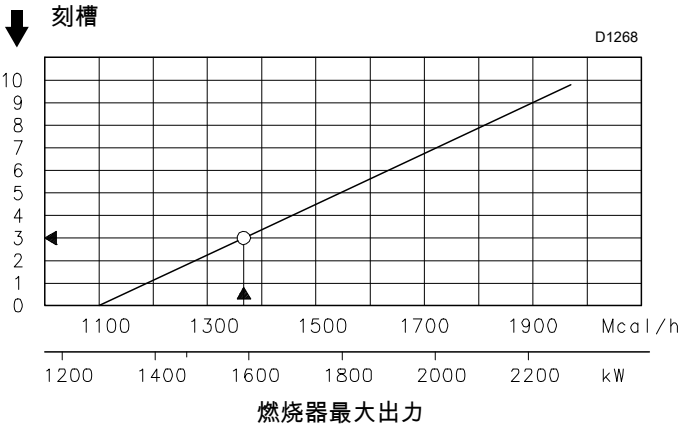
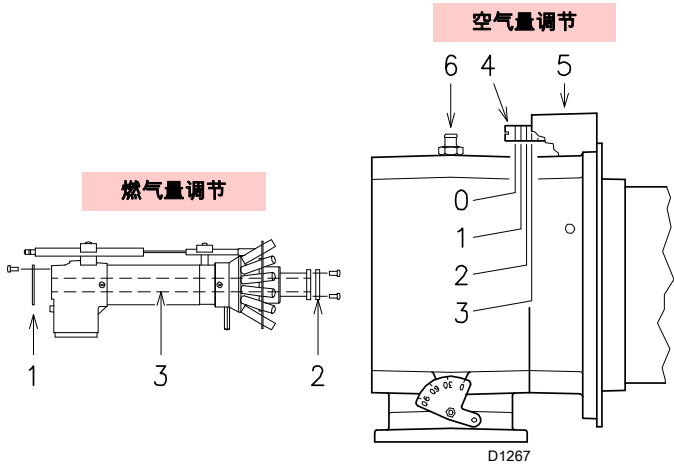

图 16
图 15
安装到这一阶段后，如图 图 15 所示，已将燃烧筒和多歧管安装到锅炉上。这样可以很容易的调节燃烧头，因为此设置只取决于燃烧器 2 段火运行时的出力。
见图 图 16。
旋转螺丝 4)(图 15) 直至刻槽与法兰前表面 5)(图 15) 对齐。
如果燃烧器 2 段火所需出力小于 1300 Mcal/h (约 1500 kW) ，需拆下内部管 3)(图 15) ，安装附带的 分配盘 1)-2)(图 15) 。管路中无燃气时，需将燃烧头调整至标准配置，限定最小调节为 450 Mcal/h (大约 520 kW) 。
查看图表 (图 16) 得知，燃烧器此出力时，空气量和燃气量应调整至刻槽 3，如图 (图 15) 所示。
继续上一个例子，页 21 页所示，RS190 型燃烧器出力为 1593 kW (1370 Mcal/h)，测试点 6)(图 15) 处的压力约为 8 mbar。
- 燃烧头按图第 (图 16) 页进行调整。